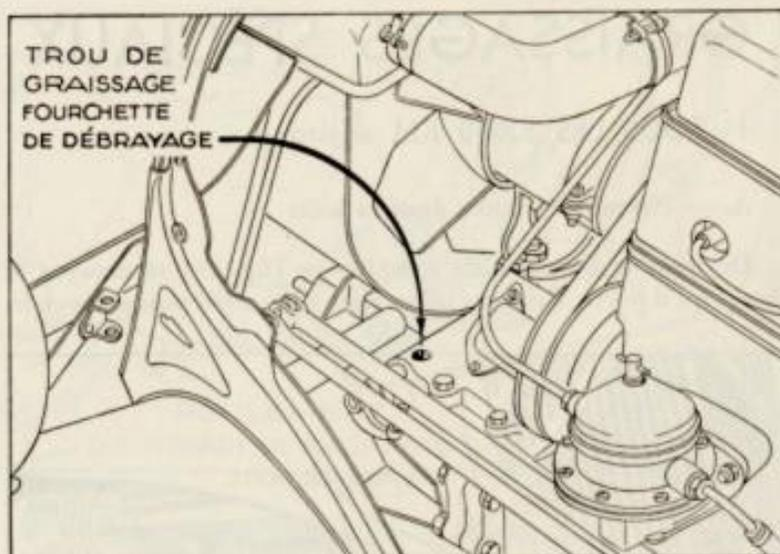

Fig. 17.
B. — La fourchette de débrayage (fig. 17).